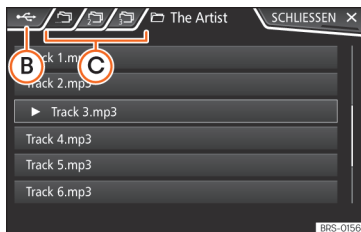

Abb. 173 Medien-Modus: Titelliste einer Medienquelle.
• Im Hauptmenü MEDIEN die Funktionsfläche (AUSWAHL) » Abb. 170 antippen, um die Titelliste zu öffnen. Der aktuell gespielte Titel ist hervorgehoben » Abb. 173.